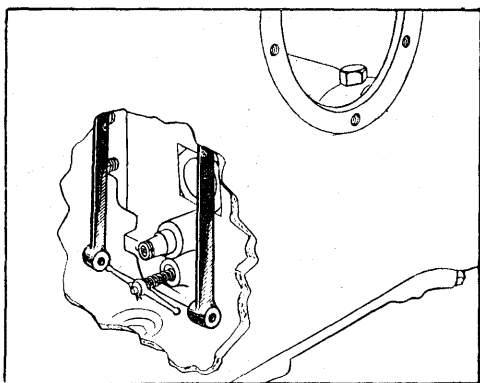

Fig. 43. Kontrolgaflen tages af kontrolventilens tværpind.
- 3: Kontrolgaflen tages af kontrolventilens tværpind ved at trække de to gaffelgrene ud til hver sin side (fig. 43). Kontrolventilen trækkes tilbage og udtages. Kon-
- 2: Det højre inspektionsdæksel aftages, og kontrolgaflens ben tages af kontrolventilens tværpind – fig. 43.